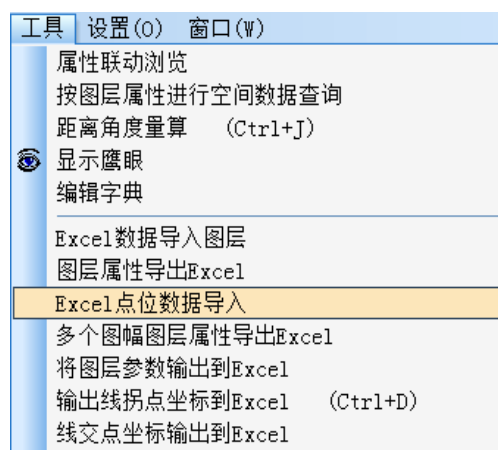

图 32
- b. 选择菜单“工具”→“Excel 点位数据导入”（见图 32）；